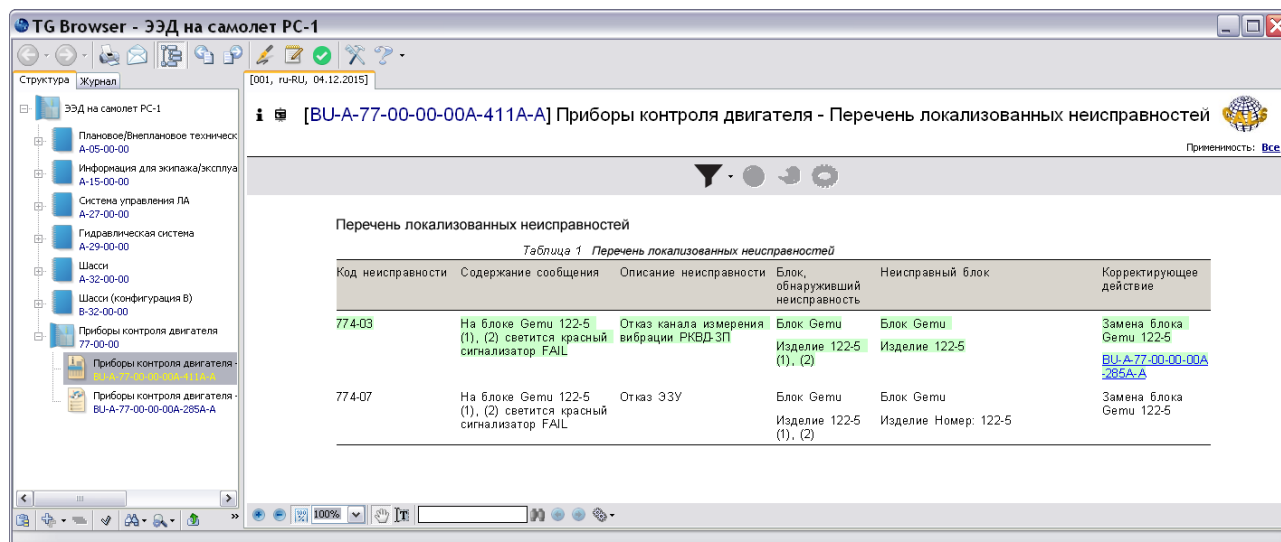

Рис. 8.9
5. Найдите модуль данных и щелкните по нему левой кнопкой мыши. В правом окне появится содержимое модуля данных (Рис. 8.9).